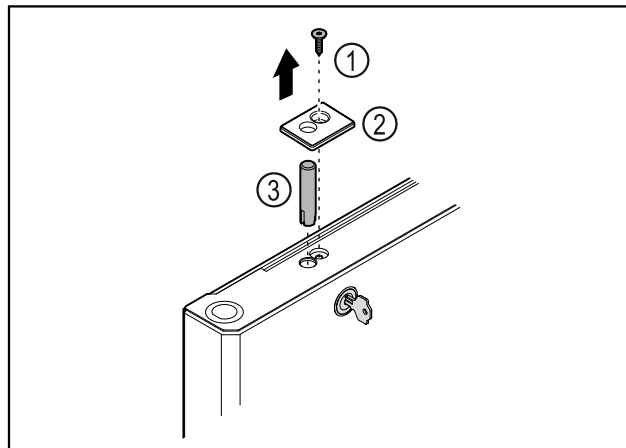

Fig. 43
- ▶ Odvrnite vijak Fig. 43 (1).
- ▶ Odvojite poklopac Fig. 43 (2) malim odvijačem i skinite ga.
- ▶ Izvucite svornjak brave Fig. 43 (3).